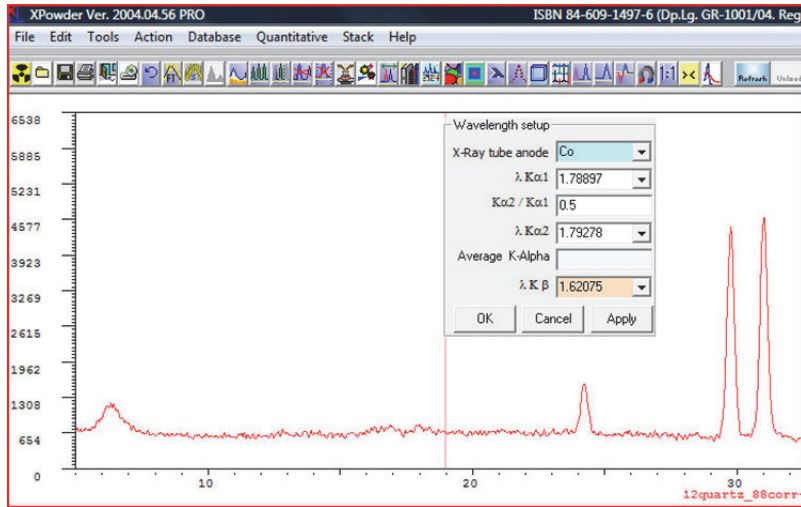

Figura C-4 Pantalla de resultados y cuadro de diálogo Wavelength setup (Configuración de longitud de onda)
4. Pulse el botón **Open** (Abrir) para visualizar la página de bienvenida del *software* XPowder y el cuadro de diálogo **Wavelength setup** (Configuración de longitud de onda) superpuesto (ver Figura C-4 en la página 99).